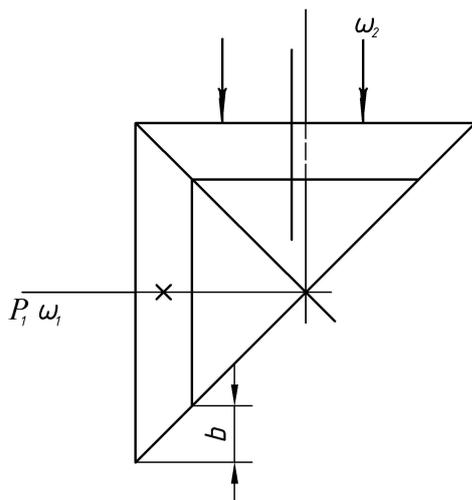

Рис. 8.3. Расчетная схема к задаче № 3
3. Рассчитать коническую фрикционную передачу (рис. 8.3). Передаваемая ведущим колесом мощность P_1 , угловая скорость его ω_1 и угловая скорость ведомого колеса ω_2 приведены в табл. 8.3